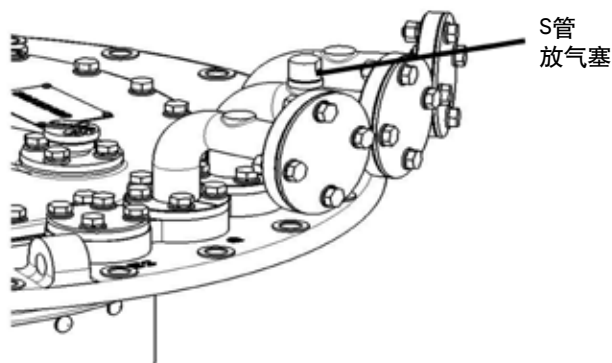

图 48 管接头 S 上吸油管放气
1. 拆下管接头 S 上 M16 螺栓盖帽, 用 16 号扳手 (图 48)。